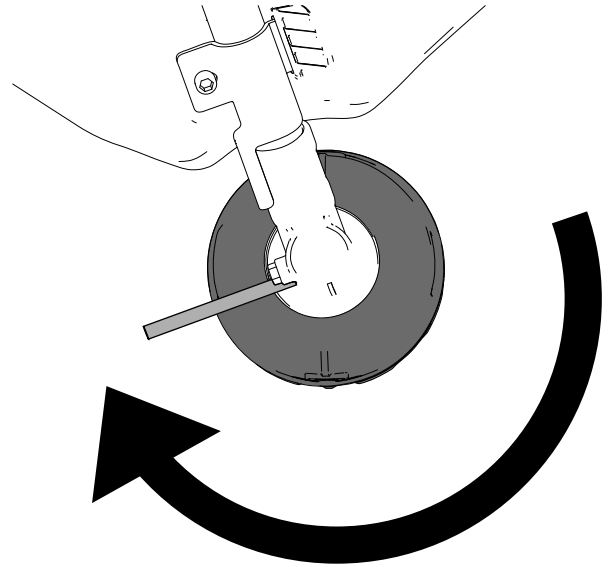

**Figura 15**
2. Alinee el orificio de la copa con el orificio de la caja de engranajes de la desbrozadora (Figura 15).
3. Inserte la varilla metálica incluida a través de la copa y por el orificio de la caja de engranajes de la desbrozadora para fijar el cabezal de la desbrozadora (Figura 15).